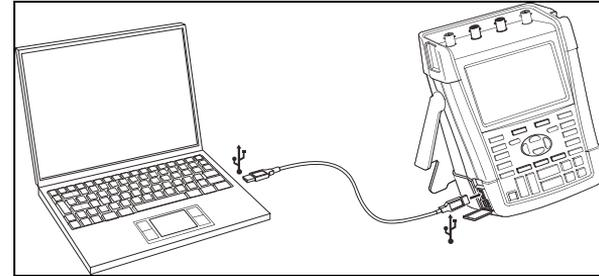

Figura 36. Conexão com um computador
- Use um cabo de interface USB-A para mini USB-B para conectar um computador à miniporta USB da ferramenta de teste (consulte Figura 36).